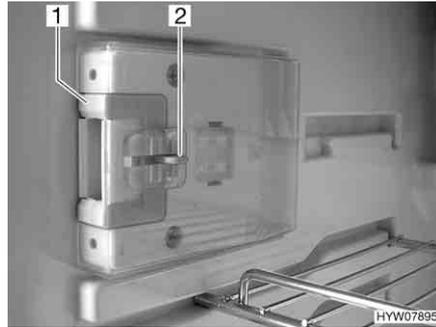
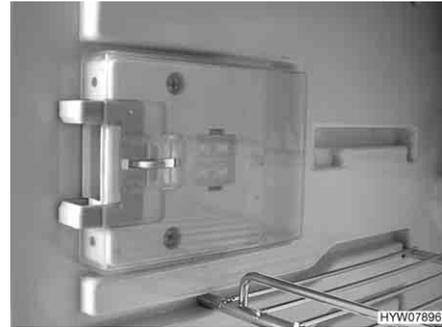

Fig. 147 Dispositif de fermeture en position normale
Fig. 148 Dispositif de fermeture en position de ventilation
- Presser le bouton de déverrouillage (Fig. 147,2).
- Pousser le dispositif de fermeture (Fig. 147,1) vers l'avant (Fig. 148).